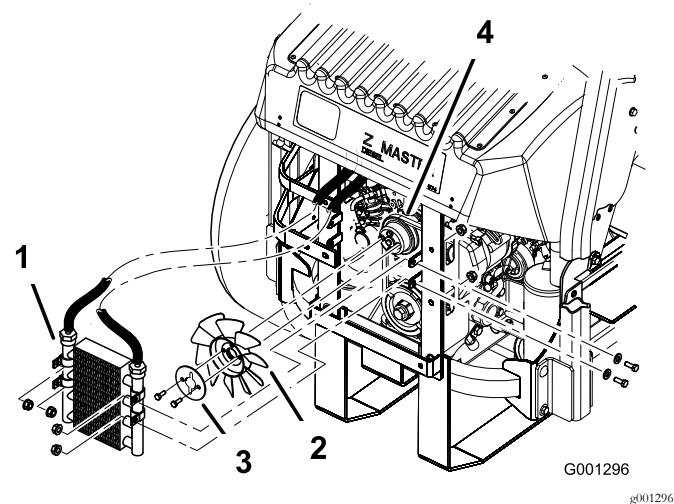

Figura 72
5. Retire los 4 pernos que sujetan el enfriador de aceite y coloque el enfriador de aceite en un lado (Figura 72).
6. Retire los 2 pernos que fijan el ventilador y el disco del ventilador a la máquina (Figura 72).
10. Instale el ventilador y el disco del ventilador en la máquina con los 2 pernos que retiró anteriormente (Figura 72).
11. Instale el enfriador de aceite con los 4 pernos que retiró anteriormente (Figura 72).